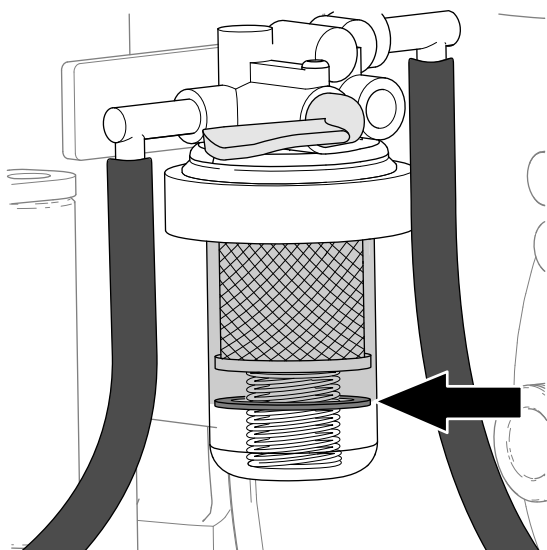

図 66
1. 燃料フィルタのボウルについているインジケータをチェックする。水が混入している場合には水でフロートが浮き上がっている 図 66。